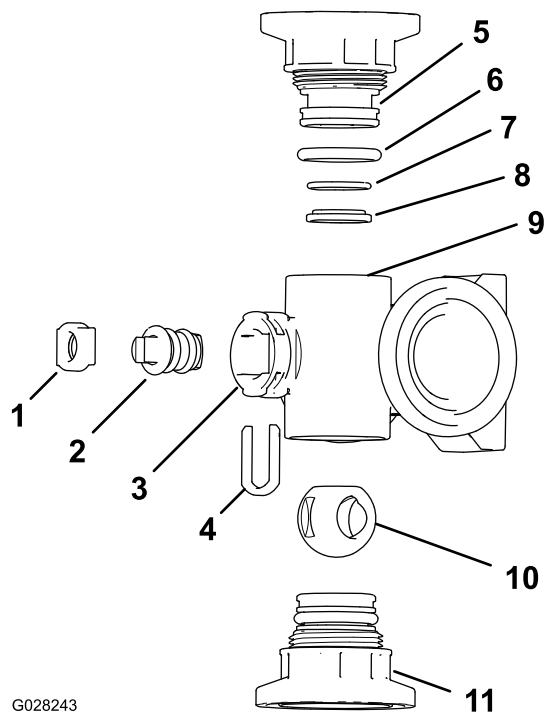
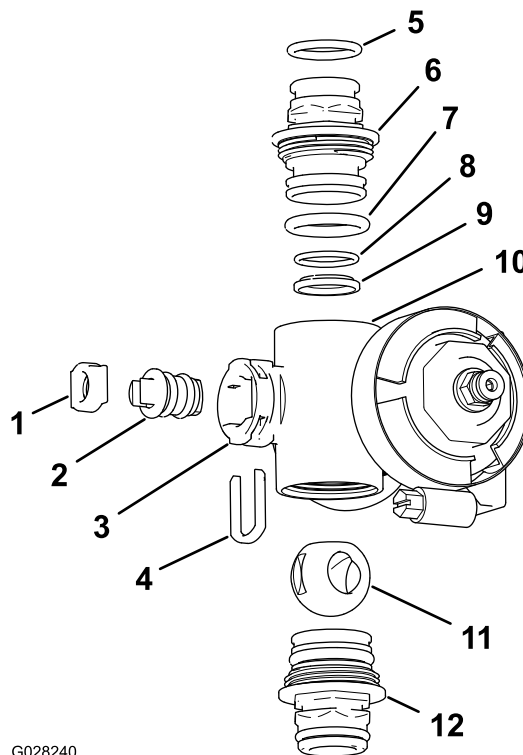

Figura 124
Figura 125
2. Rimuovete i 2 gruppi del raccordo del tappo terminale da ciascun'estremità del corpo del collettore (Figura 124 e Figura 125).
4. Rimuovete il fermo dello stelo dalle scanalature nella porta dello stelo nel collettore (Figura 124 e Figura 125).
5. Rimuovete il fermo dello stelo e la sede dello stelo della valvola dal collettore (Figura 124 e Figura 125).
6. Rimuovete il gruppo dello stelo della valvola dal corpo del collettore (Figura 124 e Figura 125)
1. Controllate la condizione degli O-ring del raccordo di uscita (solo collettore della valvola della sezione), gli O-ring del tappo terminale, gli O-ring delle sedi posteriori e la sede a sfera per escludere danni o usura (Figura 124 e Figura 125).
2. Applicate il grasso al silicone sullo stelo della valvola e inseritelo nella relativa sede (Figura 124 e Figura 125).
3. Montate lo stelo della valvola e la sede nel collettore e fissateli con il fermo dello stelo (Figura 124 e Figura 125).
4. Assicuratevi che l'O-ring della valvola di non ritorno e la sede della sfera siano allineati e in sede nel raccordo del tappo terminale (Figura 124 e Figura 125)
5. Montate il gruppo del raccordo del tappo terminale sul corpo del collettore fino a quando la flangia del raccordo del tappo terminale non tocca il corpo del collettore (Figura 124 e Figura 125), poi ruotate il raccordo del tappo terminale di un altro 1/8 - 1/4 di giro.